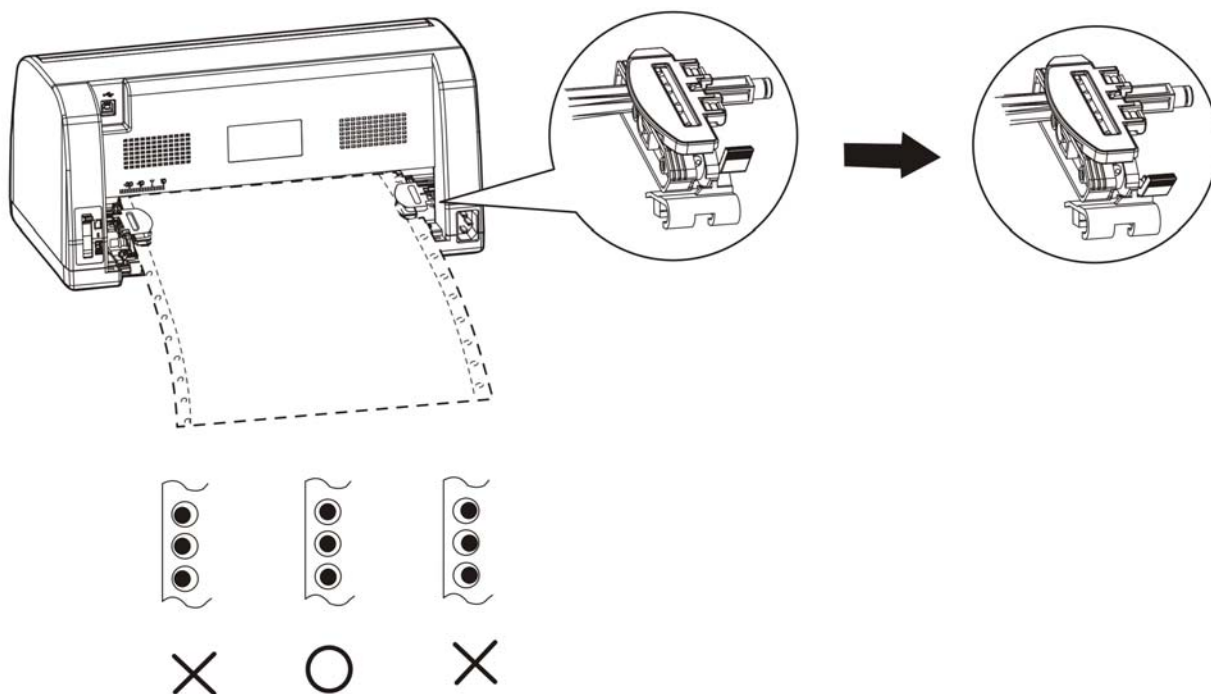

图 3-12 调整右边拖纸器位置
7. 合上左、右拖纸器的压盖，移动右拖纸器把纸拉平，再按下锁定杆将其锁定（如图 3-12 所示）。